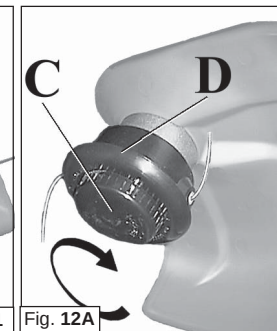
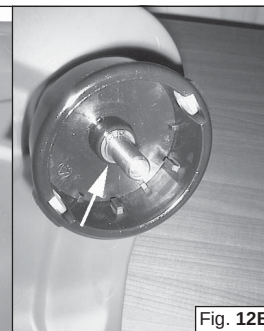

Fig. 12A
Fig. 12B
- 1 - Desparatusar o botão (C, Fig. 12A) e retire a bobina (D). De seguida retire o anel seeger.
- 1 - Открутить ручку (C, Рис.12A) и снять катушку. Чтобы полностью разобрать головку, снять кольцевое уплотнение (Рис.12B).
1. Odkręcić pokrętkę (C, Rys. 12A) i wyjąć szpulę (D). Aby całkowicie rozmontować głowicę, należy wyjąć pierścien sprężynujący (Rys. 12B).